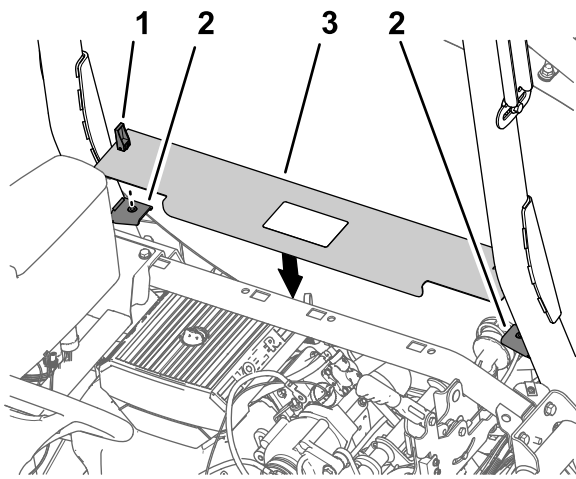

Figura 218
- Alinhe os trincos do painel de acesso ao motor com os casquilhos nos suportes do painel na barra de segurança (Figura 218).
2. Monte o painel nos suportes (Figura 218).
3. Rode os trincos dos manípulos para baixo para prender o painel aos suportes (Figura 218).